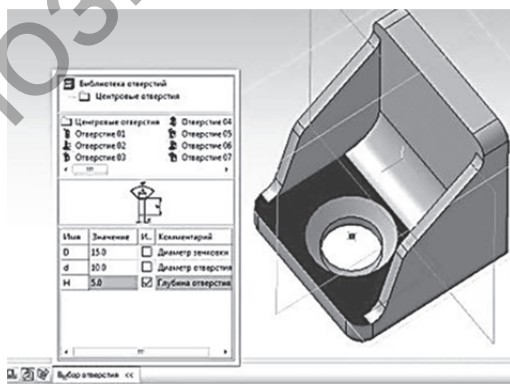

Рисунок 11.11
10. Выделите курсором верхнюю грань основания уголка и создайте отверстие, щёлкнув по кнопке «Отверстие» (рис. 11.11). В появившемся окне «Библиотека отверстий» выберите вариант «Отверстие 03» и задайте следующие параметры:  $D$  (диаметр зенковки) — 15,  $d$  (диаметр отверстия) — 10,  $H$  (глубина отверстия) — 5. Укажите координаты точки привязки (0, -10) и щёлкните на кнопке «Создать объект».